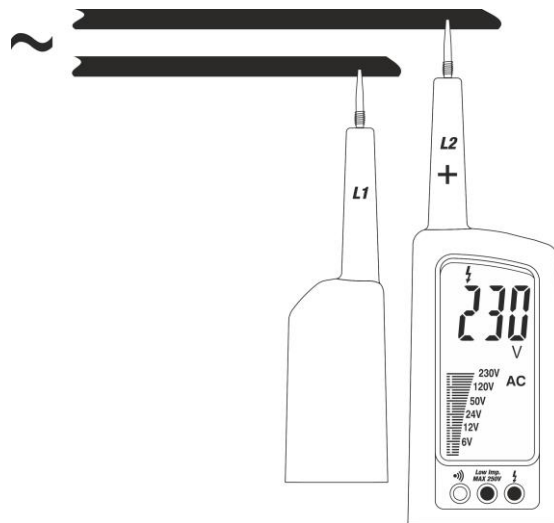

Fig. 4: Mesure de la Tension CA avec entrée a bassa impédance
2. Connectez les sondes **L1** et **L2** à l'objet à tester (voir Fig.4). La mesure est effectuée **lorsque les sondes sont en contact avec des conducteurs sous tension**